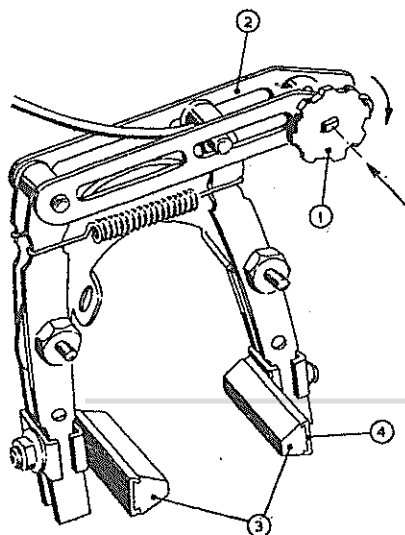

Fig. 25 De voorrem
1. De voorrem (fig. 25) (zie ook voorschrift 31 en 35, resp. blz. 125 en 132).